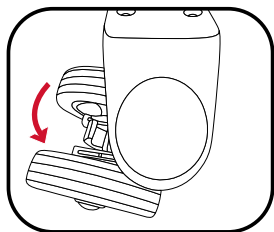

Figure 1
1. Tournez les roues de 180° pour permettre l'accès au levier de déverrouillage rapide (Figure. 1)